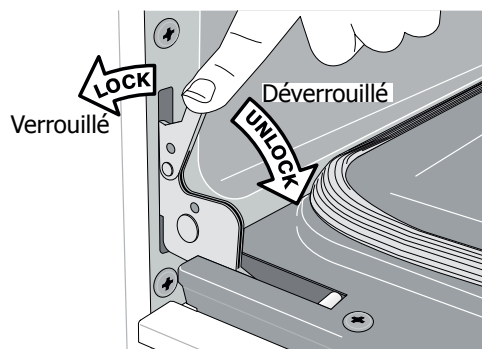

Fig. 2
2. Abaissez complètement les verrous des charnières de gauche et de droite du cadre du four vers la porte du four (fig. 2). Vous pourriez avoir besoin d'un petit tournevis à tête plate.
4. Poussez les verrous des charnières de droite et de gauche vers le haut et dans le cadre du four (fig. 2) jusqu'à ce qu'ils soient en position verrouillée.